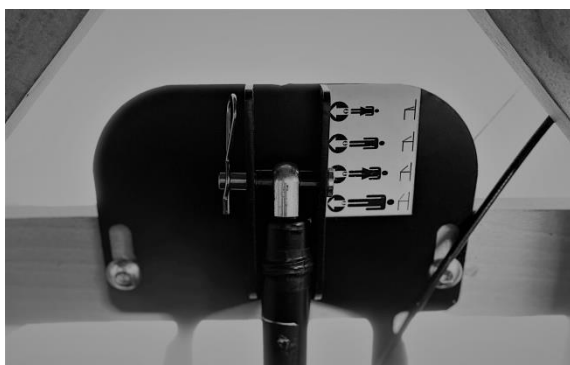

Abb.6
- ☞ Stellen Sie als nächstes, nun wieder im unteren Teil des Stuhlrahmens die Neigung des Sitzes für Sie ein, indem sie den Bolzen in ein vermeintlich zu Ihrer Körpergröße passendes Positionsloch stecken. Sichern Sie den Bolzen abschließend mit dem Sicherheitsspint. (Tipp - beginnen Sie mit der niedrigsten Neigung) (Abb. 6,7)